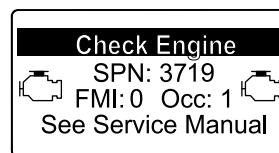

Рисунок 41
- Если потребуется восстановительная регенерация, инфо-центр отобразит предупреждение по двигателю SPN 3719, FMI 16 (Рисунок 41) и компьютер двигателя снизит его мощность до 85%.